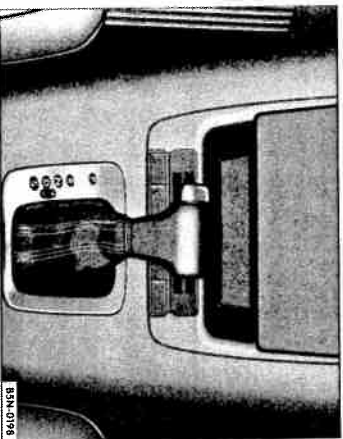

Fig. 3 Imagine din consola centrală: Selectorul de viteze al cuției automate.
- Deplasați maneta selectorului ⇒ fig. 3 în poziția D.